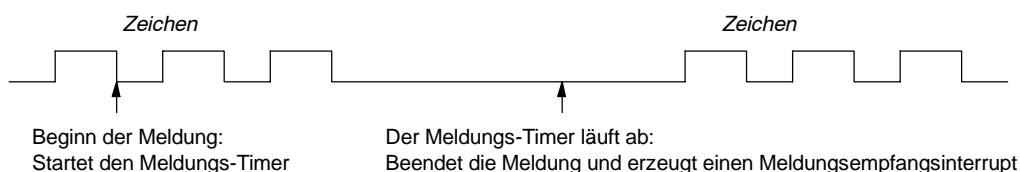

Bild 6-13 Beenden der Operation Meldung in Zwischenspeicher empfangen mit dem Meldungs-Timer
3. **Meldungs-Timer:** Der Meldungs-Timer beendet eine Meldung nach einer bestimmten Zeit nach dem Beginn der Meldung. Der Meldungs-Timer beginnt zu zählen, sowie die Startbedingung(en) für die Funktion zum Meldungsempfang erfüllt ist/sind. Der Meldungs-Timer läuft ab, wenn die Anzahl an Millisekunden, die in SMW92 oder SMW192 angegeben wurde, abgelaufen ist (siehe Bild 6-13). Üblicherweise verwenden Sie einen Meldungs-Timer, wenn die Kommunikationsgeräte nicht sicherstellen können, dass zwischen den Zeichen keine Zeitlücken auftreten, oder wenn Sie im Modembetrieb arbeiten. Bei Modems können Sie einen Meldungs-Timer verwenden, um eine Höchstzeit anzugeben, während der nach dem Meldungsbeginn die Meldung empfangen werden darf. Ein typischer Wert für einen Meldungs-Timer ist ungefähr 1,5 mal die Zeit, die zum Empfang der längstmöglichen Meldung bei der eingestellten Baudrate erforderlich ist. Sie können den Meldungs-Timer zusammen mit der Endezeichenerkennung und mit dem Zählwert für die Höchstzeichenzahl verwenden, um eine Meldung zu beenden.